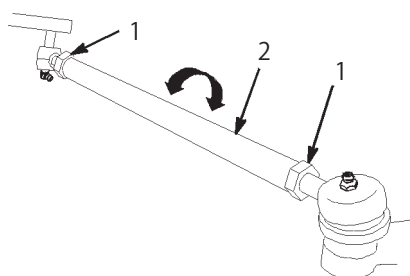

図51
5. 前後の測定値の差が所定範囲にない場合、タイロッド両端のジャム・ナットを外して調整を行う(図51)。